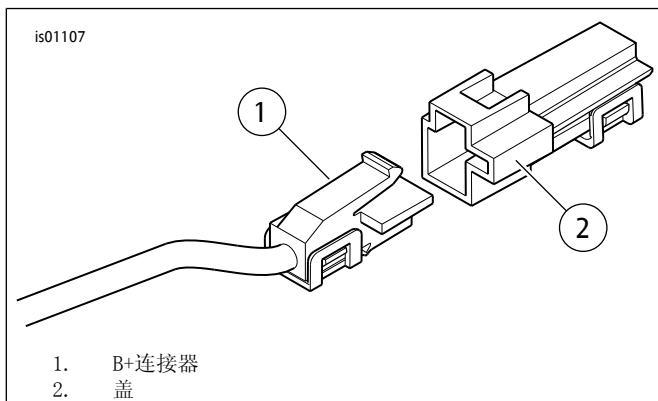

图5. B+连接器
- 参见图5。在座椅下方找到主电气线束上的B+（电池正极）连接器（1）（带有未使用的灰色连接器的红色导线）。从连接器上拆下盖（2）。